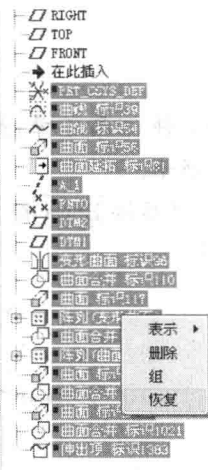

图 1-13 选择项目
(1) 选取菜单命令【文件】/【打开】,打开教学资源文件“\第1章\素材\gear.prt”。
(2) 在界面左侧窗口中按住 Ctrl 键选中如图 1-13 所示的项目,然后在其上单击鼠标右键,在弹出的菜单中选择【恢复】选项。